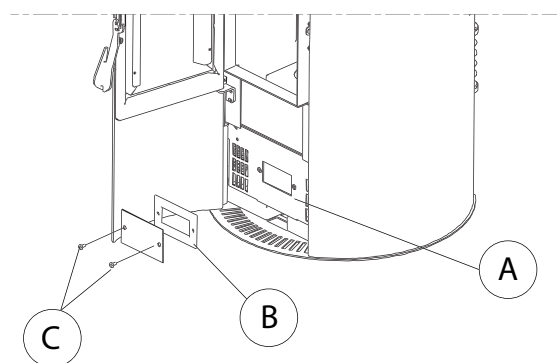

Fig. 6.1.2
- pour accéder facilement au ventilateur (A) Il suffit de démonter le couvercle (B) en dévissant les deux vis (C) (Fig. 6.1.2).